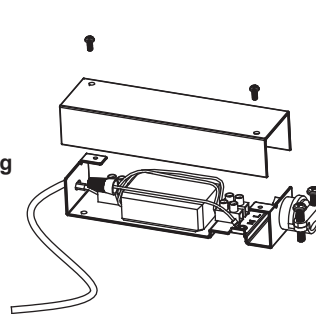
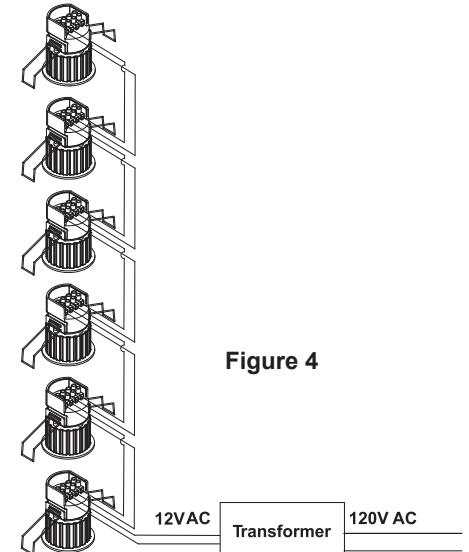

Figure 3
Figure 4
3. The transformer should be installed into ceiling by two screws (attached accessory) and within 4 feet of first fixture. Follow the wiring diagram for electrical connections. **MAX paralleled 6 lighting fixtures. (Figure 3 and Figure 4)**
3. Le transformateur doit être installé au plafond par deux vis (Accessoire attaché) et à moins de 4 pieds du premier appareil. Suivre la Schéma de câblage pour les connexions électriques. MAX parallèle 5 éclairage agencements. **(Figure 3 et Figure 4)**